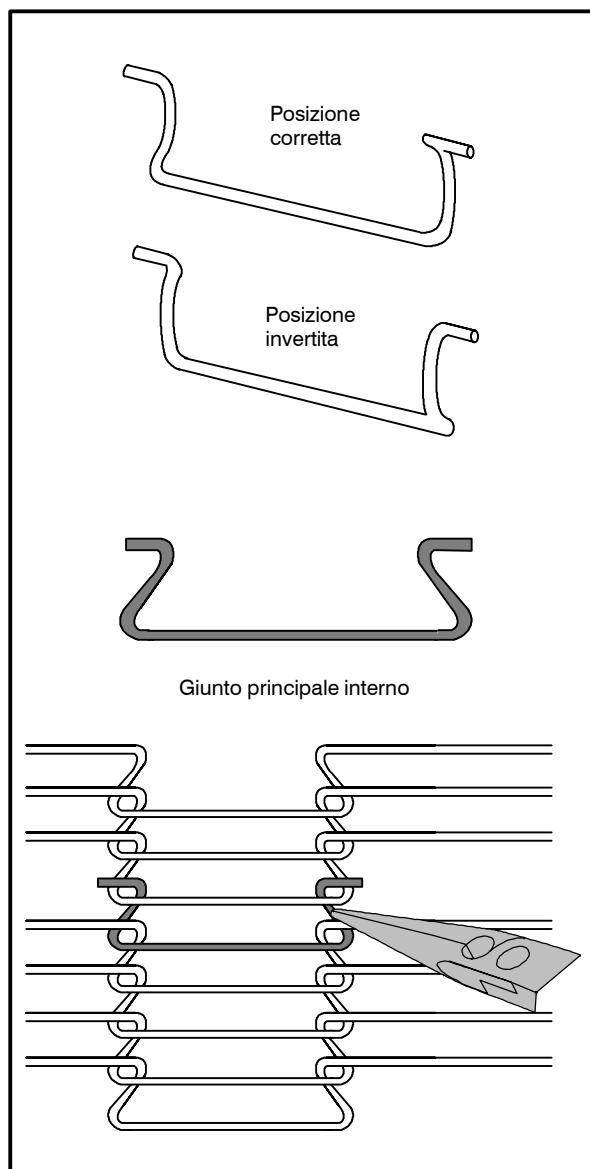

Figura 12
6. Installare i giunti interni previsti appositamente per collegare le due estremità del nastro trasportatore. Vedi Figura 12.